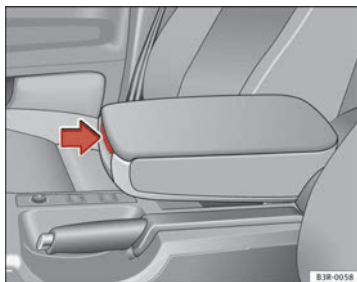

Abb. 114 Armlehne zwischen Fahrer- und Beifahrersitz
- Drücken Sie den Entriegelungshebel ⇒ Abb. 114.